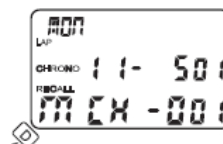

Fig. 8
- En mode chronomètre, compteur nul, appuyer sur la touche **D** pour revoir les données enregistrées. L'affichage donne d'abord l'identification de l'épreuve enregistrée (fig.8) :
Choisissez la course à effacer à l'aide de la touche **B** (numéro de course en bas de l'écran à droite, voir Fig. 8). Appuyer sur la touche **A** pendant quelques secondes : « **CLEAR** » s'affiche à l'écran. Lorsque les données sont effacées, un bip long retentit et « **CLEARED** » s'affiche. Recommencer ainsi l'opération plusieurs fois pour effacer les courses les unes après les autres.